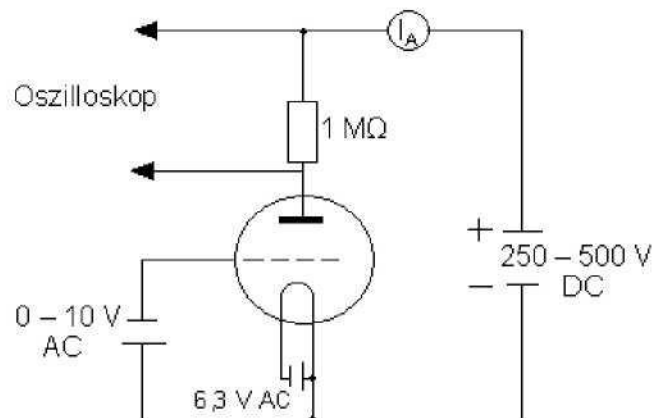

Fig. 4 Die Triode als Verstärker
- Schaltung gemäß Fig. 4 vornehmen.